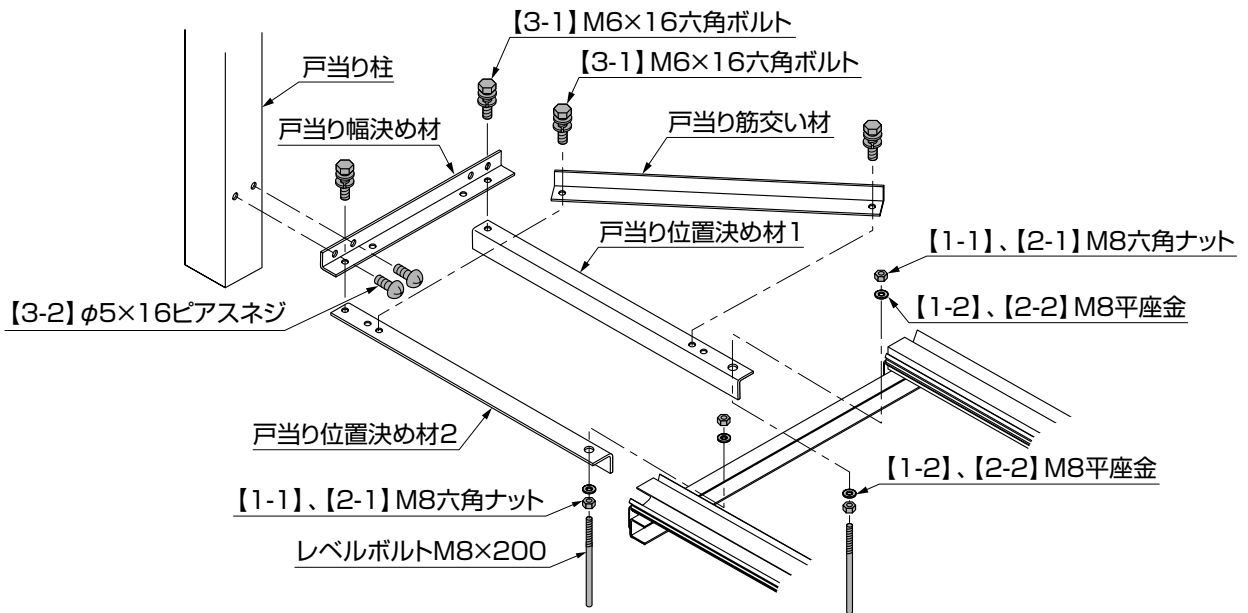
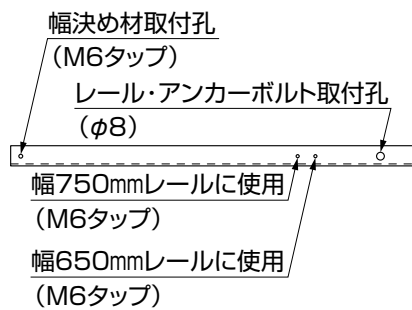
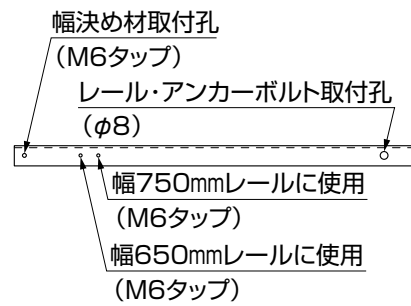

図4-1
図4-2 位置決め材1
図4-3 位置決め材2
- ①片引き仕様のレール戸当り端部にレベルボルト、【1-1】(【2-1】)、【1-2】(【2-1】)で戸当り位置決め材1、戸当り位置決め材2を取付けてください。(図4-1参照)
- ②戸当り筋交い材を図4-2、図4-3を参照して戸当り位置決め材に【3-1】で取付けてください。(図4-1参照)
- ③戸当り幅決め材を戸当り位置決め材に【3-1】で取付けてください。(図4-1参照)
- ④戸当り柱を図4-1、図4-4を参照して、戸当り幅決め材に【3-2】で取付けてください。(図4-1参照)